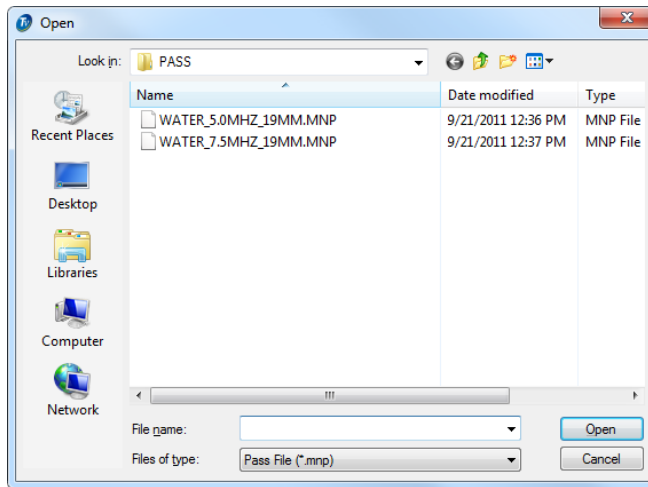

Figure 10-1 Boîte de dialogue Ouvrir pour l'ouverture d'un fichier PASS
3. Sélectionnez le fichier PASS que vous souhaitez ouvrir dans la boîte de dialogue **Ouvrir** qui apparaît (voir la Figure 10-1 à la page 464), et puis cliquez sur **Ouvrir**.